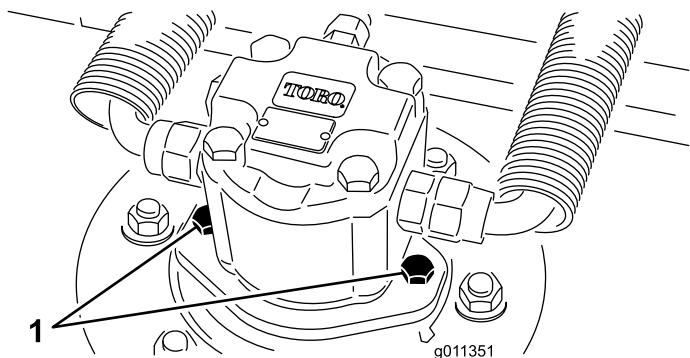

Figura 80
2. Desconecte el motor hidráulico y retírelo de la carcasa (Figura 80). Tape la parte superior del eje para evitar la contaminación.
4. Instale el motor hidráulico en la carcasa (Figura 80). Asegúrese de que la junta tórica está correctamente colocada y que no está dañada.